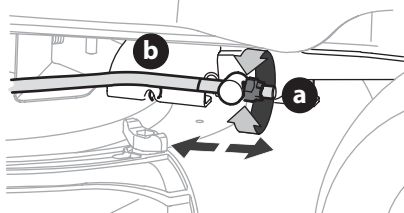

Figura 31
3. Ubique la tuerca de seguridad con brida (a) en el extremo frontal de la varilla de elevación de la PTO (b) (Figura 31).